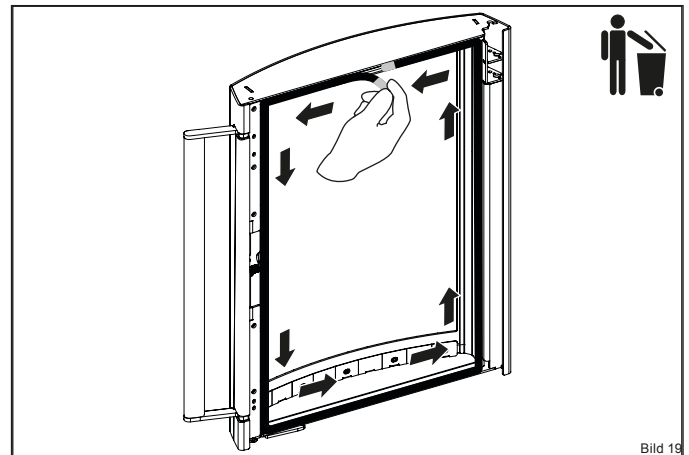

Bild 19
- ▶ Ziehen Sie die alte Dichtung an einem der Endstücke aus der Führung heraus und entsorgen diese im Abfall (Bild 19).